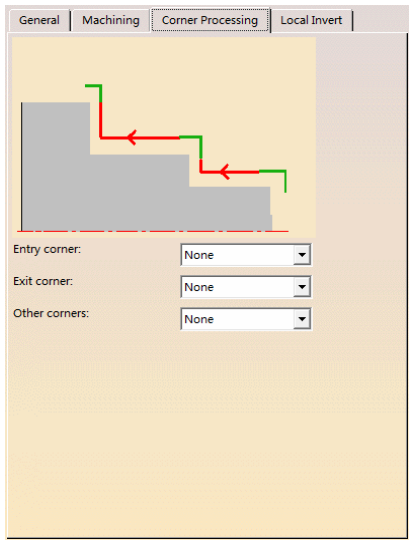

图 6-131 “Corner Processing”选项卡（2）
- 单击“Corner Processing”选项卡(2), 设置拐角处理参数如图 6-131 所示。